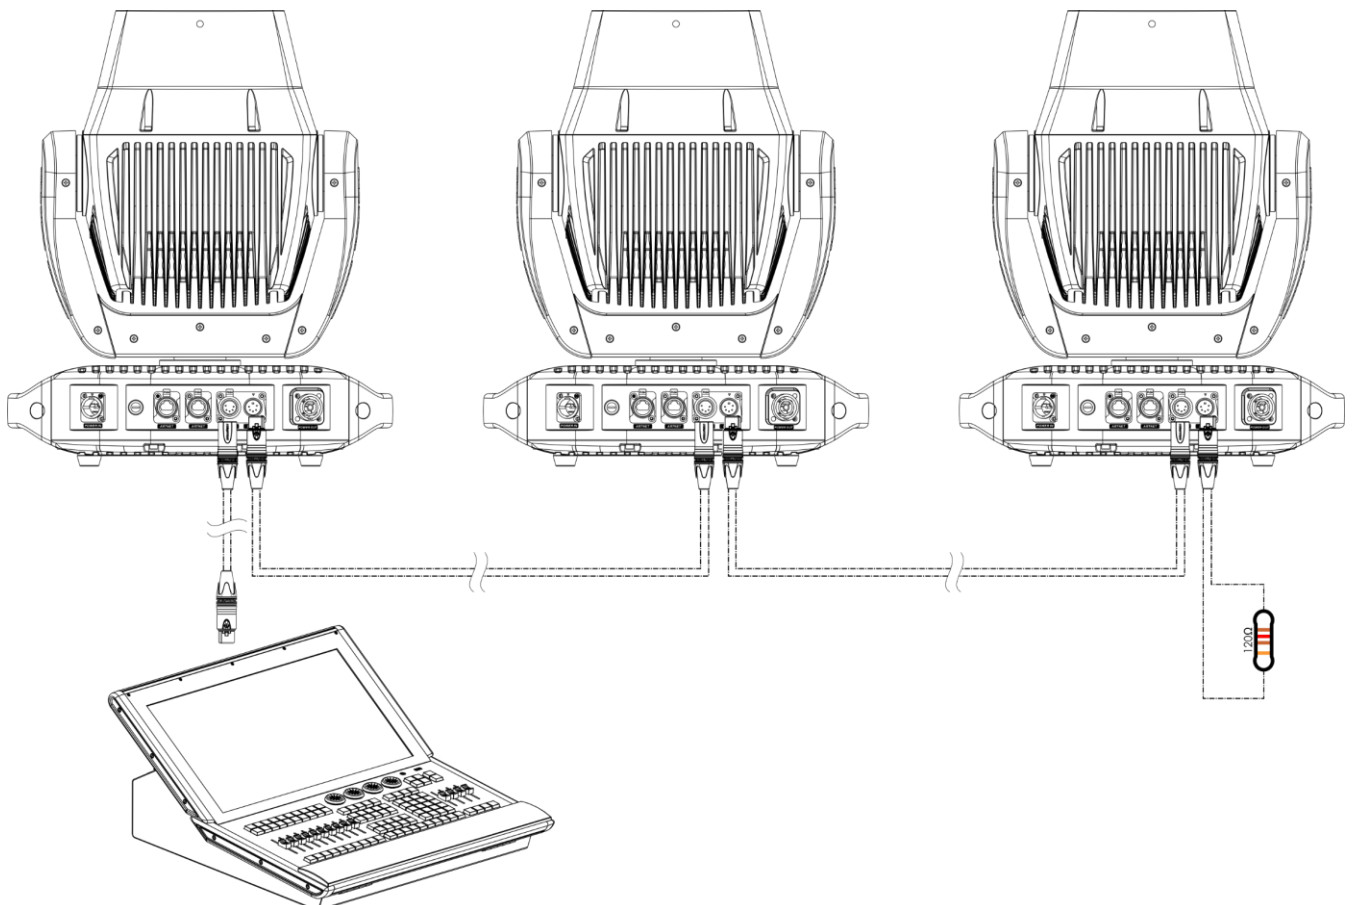

Fig. 07
- 04) Collegare le unità come indicato nella Fig. 07. Collegare un controller luci alla presa DMX "in" della prima unità, usando un cavo DMX. Collegare la presa "out" della prima unità alla presa "in" della seconda unità, servendosi di un cavo DMX. Ripetere questo processo fino a collegare il resto delle unità.